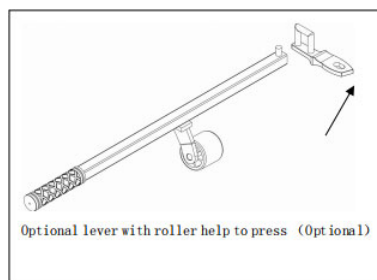

Abb.16
- Ein optionaler Hebel wird für die Montage von Flachbett- und Run-Flat-Reifen empfohlen. Wie in Abb.16 durch den Pfeil angezeigt, kann dieses Teil am Montage-/Demontagekopf installiert werden. (Die Unterlegscheibe am Montage-/Demontagekopf sollte ersetzt werden, wenn dieser optionale Hebel verwendet wird.)